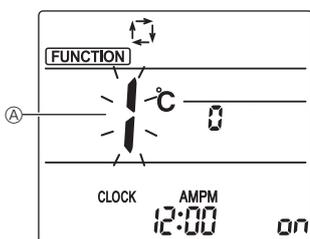
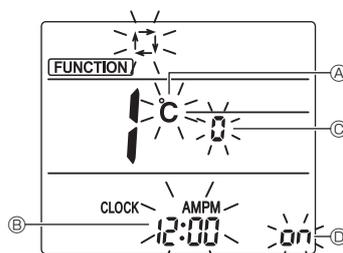

Fig. 6-10
Fig. 6-11
1. Pulse el botón **MODE** ① para detener el acondicionador de aire.
2. Pulse el botón **MENU** ②.
- Se mostrará la pantalla de configuración de funciones y parpadeará el n.º de función Ⓐ. (Fig. 6-10)
- Pulse el botón **▲** ④ para cambiar el n.º de función.
3. Compruebe que se muestra la función N.º "1", y luego pulse el botón **SET** ③.
- Se visualizará la pantalla de configuración de la visualización. (Fig. 6-11)